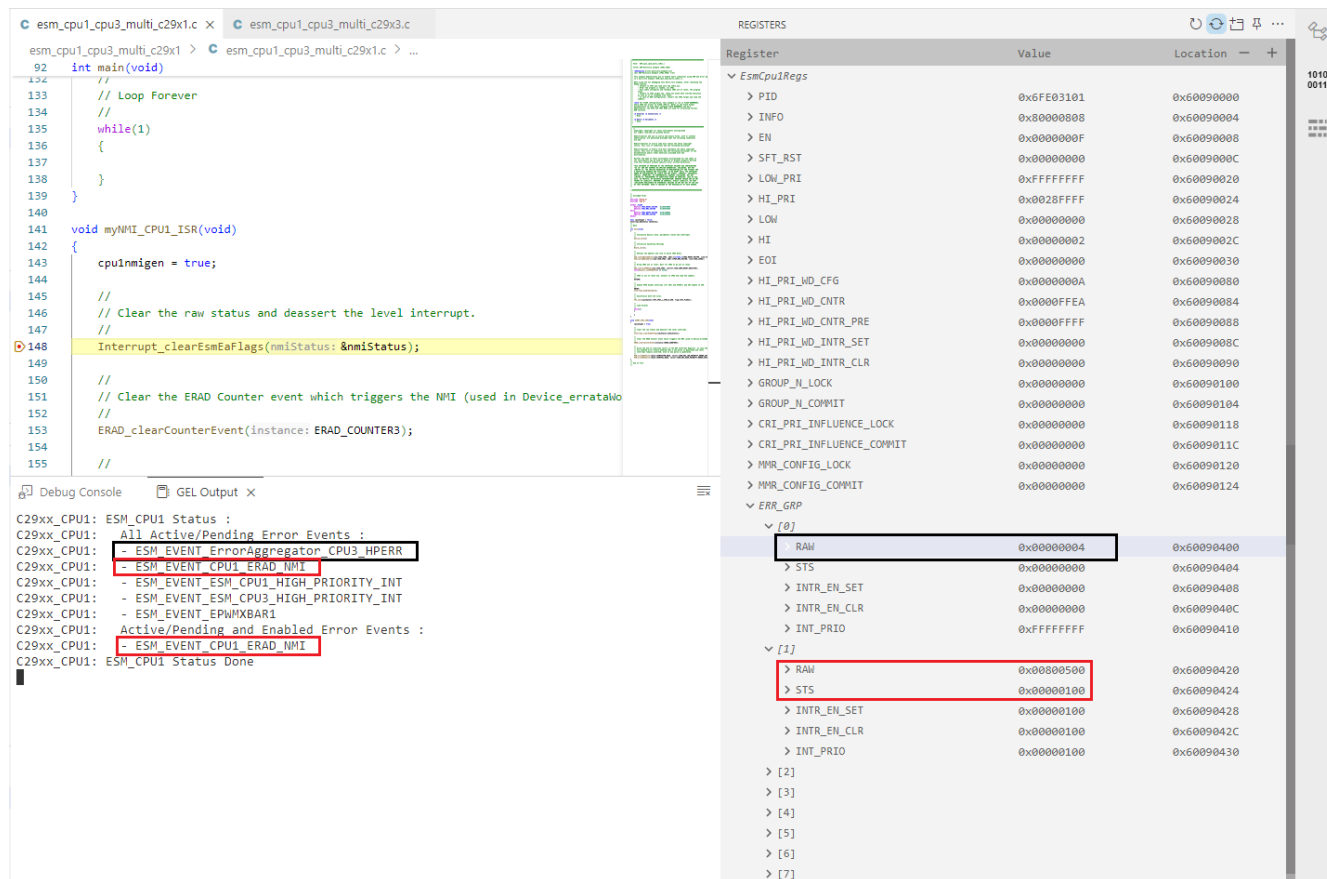

图 5-7. ESM 错误事件状态 GEL 输出
- a. 图 5-7 显示 CPU1_ERAD_NMI 错误事件同时处于活动状态和启用状态。还会为 CPU1_ERAD_NMI 错误事件设置 ESM CPU1 - 中断优先级寄存器 (`INT_PRIO`)，以便为 CPU1 (在 ESM CPU1 中) 和 CPU3 (在 ESM CPU3 中) 触发 NMI。